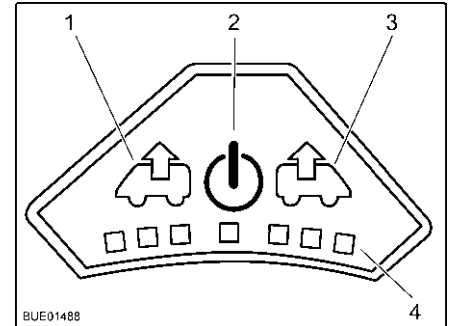

Fig. 116 Panneau de commande du ventilateur
**Mise en marche :** ■ Appuyer sur la touche Marche/Arrêt (Fig. 116,2). Le ventilateur fonction en mode confort (aération à faible vitesse de rotation).
**Ventiler :** ■ Pour augmenter la vitesse de rotation du ventilateur, appuyer sur la touche Ventiler (Fig. 116,1). La vitesse de rotation du ventilateur augmente d'un niveau de puissance dans le sens de l'échappement. Les DEL (Fig. 116,4) montrent les niveaux de puissance.
■ Pour réduire la vitesse de rotation du ventilateur, appuyer sur la touche Aérer (Fig. 116,3). La vitesse de rotation du ventilateur diminue d'un niveau de puissance.
- Pour augmenter la vitesse de rotation du ventilateur, appuyer sur la touche Aérer (Fig. 116,3). La vitesse de rotation du ventilateur augmente d'un niveau de puissance dans le sens de l'aération. Les DEL (Fig. 116,4) montrent les niveaux de puissance.
- Pour réduire la vitesse de rotation du ventilateur, appuyer sur la touche Ventiler (Fig. 116,1). La vitesse de rotation du ventilateur diminue d'un niveau de puissance.
- Appuyer sur la touche Marche/Arrêt (Fig. 116,2). Le ventilateur s'arrête, les DEL s'éteignent.